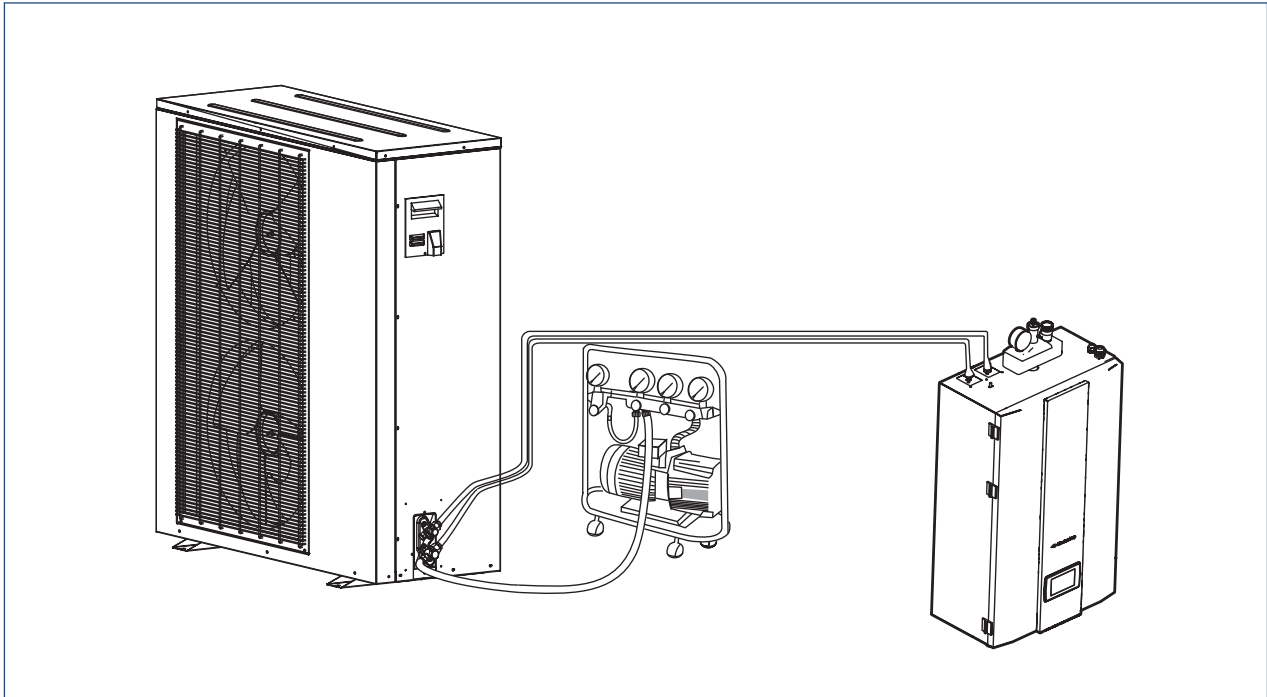

Afbeelding 1: Onjuist geïsoleerd
- Isoleer elke koelleiding afzonderlijk (zie afbeelding 2 hieronder), niet samen (zie afbeelding 1 hieronder).